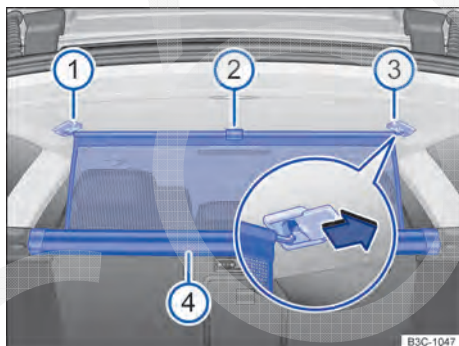

Fig. 121 No compartimento de bagagem: pendurar a rede divisória.
- Abrir as coberturas traseiras nos revestimentos da viga do teto ⇒ Fig. 121 (lupa) à direita e à esquerda no sentido da seta. As bases para a rede divisória são acessíveis.
- Retirar a rede divisória ② da carcaça pela tira ④.